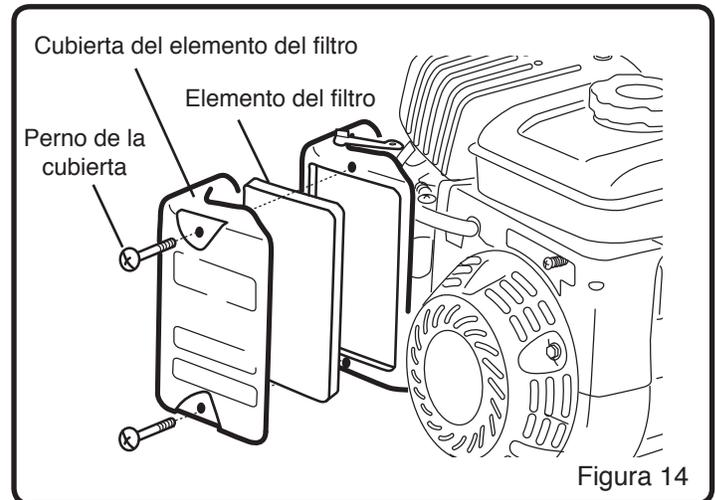

Figura 14
**NOTA:** Consultar la figura 14 al seguir los pasos enumerados a continuación:
1. Quite los pernos de la cubierta del filtro de aire. (Véase la Figura 14)